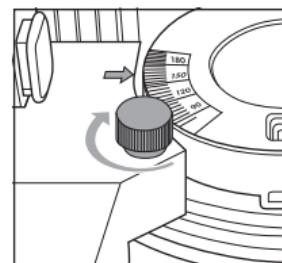

Abb. 5
- ◆ Drehen Sie die Feststellmutter ⑥ fest. Die Pfeile der beweglichen Arme ① zeigen auf die Skala und geben den gemessenen Winkel an (siehe Abb. 5).